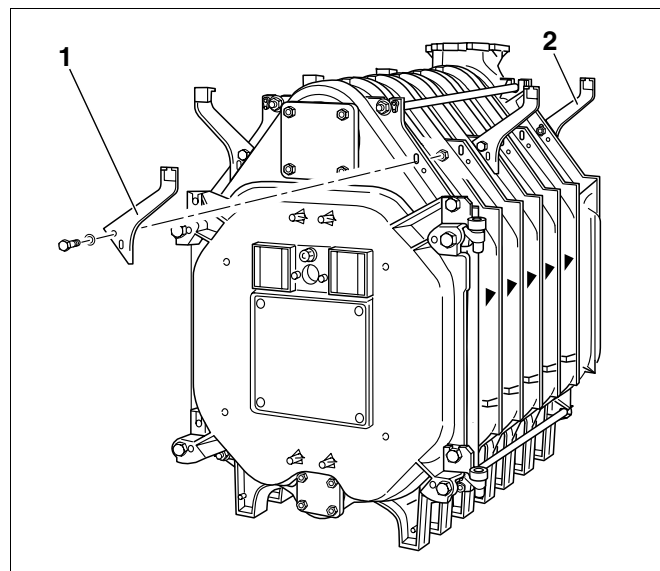

Fig. 36 Montering av konsoller
- Konsollene på bakelementet (Fig. 36, **Pos. 2**) skal skrues på ribbenes bakside.
- Konsollene på forelementet og på midtelementene (Fig. 36, **Pos. 1**) må alltid skrues på forfra.